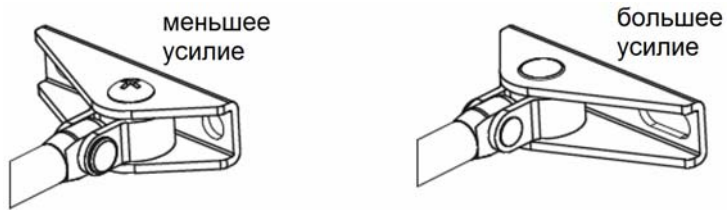

Рисунок 8 – Регулирование усилия закрытия путём ориентации башмака
- Если модель доводчика имеет несколько классов EN по силе закрывания (EN4-EN5), это также необходимо учитывать при монтаже, - реализуется ориентацией несимметричного башмака (лапки) согласно выбранного усилия (см. рисунок 8).